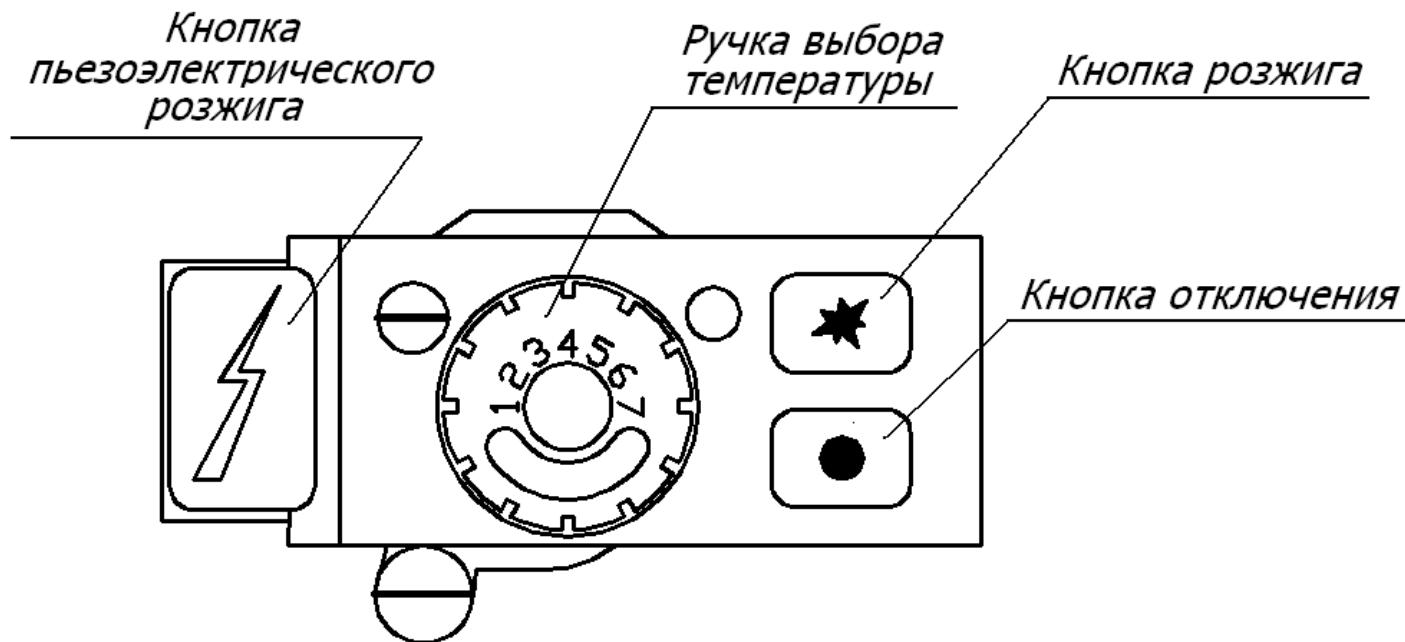

Рисунок 3. Элементы управления газового клапана 710 MINISIT.
- повернуть ручку выбора температуры (рис.3) по часовой стрелке до упора в положение "РОЗЖИГ";
7.2.2 Установить ручку регулирования температуры (рис.3) на желаемую температуру.
7.3.1 Повернуть ручку управления (рис.3) по часовой стрелке в положение “РОЗЖИГ”.
При отпускании кнопки включения (рис.3) гаснет пламя на запальной горелке